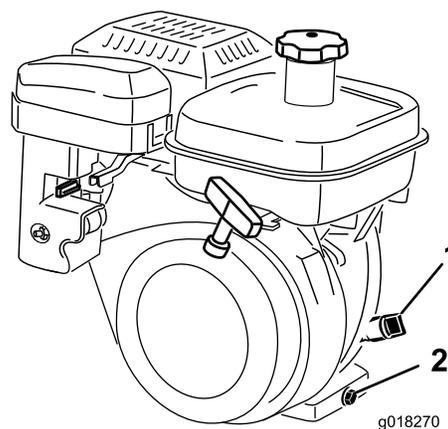

図 34
3. オイルゲージの周囲をきれいに拭く図 34。
4. オイルゲージを左に回して抜きとる図 34。
2. 機体下にあるドレンプラグの下に廃油受けを置く図 34。ドレンプラグをゆるめる。